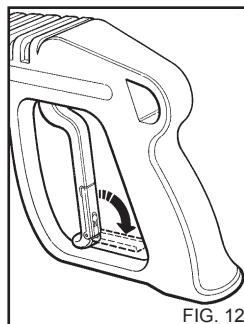

FIG. 12
**⚠** Cuando no utilice la hidrolimpiadora, cierre el dispositivo de seguridad de la empuñadura (fig. 12).